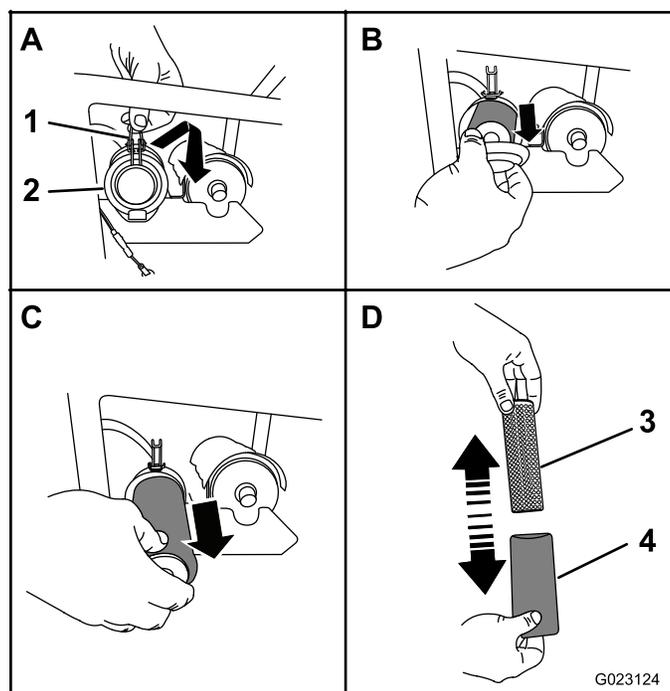

Figure 18
1. Déverrouillez le couvercle du filtre à air (Figure 18).
2. Déposez le filtre à air du boîtier comme montré à la Figure 18.